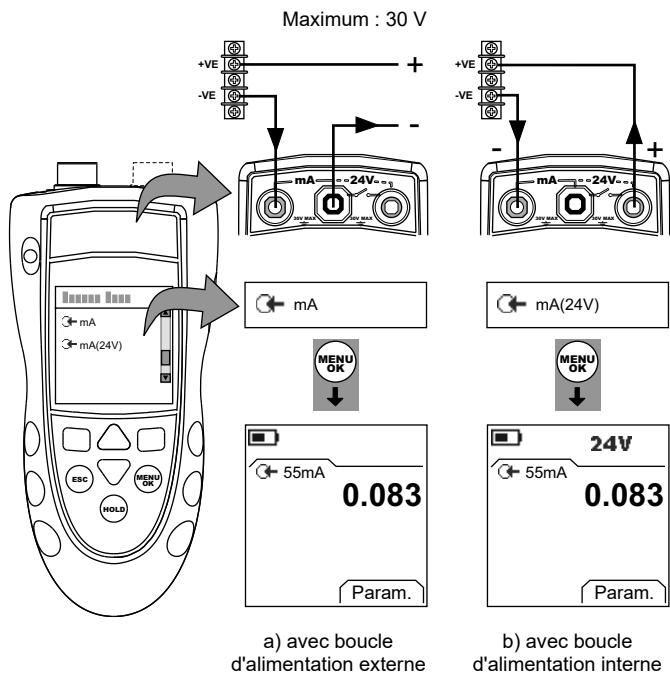

Figure 7 : Exemple de configuration - Mesure de courant (mA)
1. Raccorder l'instrument (Figure 7) et, si nécessaire, régler la Configuration (Tableau 1).
1. DPI 802/802P seulement. Raccorder l'instrument à l'équipement d'étalonnage (Figure 7).